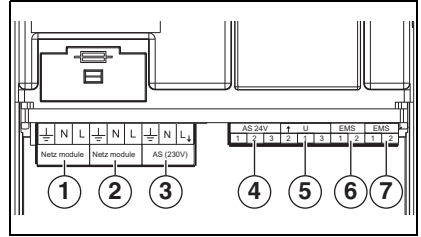
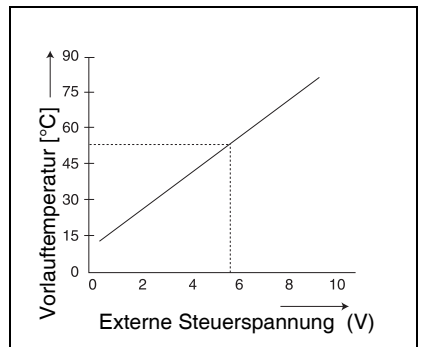

Bild 2 Anschlüsse
Bild 3 0 – 10V Diagramm
- a) Der AS 24V-Anschluss (→ Bild 2, [4]), hierbei handelt es sich um einen potenzialfreien Schaltkontakt für Niederspannungssignale bis zu 24 V. Dieses Störungssignal kann beispielsweise von einem Gebäudeleitsystems ausgelesen werden.
- b) Der AS 230V-Anschluss (→ Bild 2, [3]), hiermit kann beispielsweise eine Hupe oder eine Alarmlampe gesteuert werden. Im Falle einer Störung steht dieser Anschluss unter 230 VAC-Spannung.
Das EM10 kann als Schnittstelle zwischen dem Heizgerät und zum Beispiel einem Gebäudeleitsystem verwendet werden. Mit Hilfe eines 0-10 VDC-Signals (→ Bild 2, [5]) ist eine Steuerung nach Vorlauftemperatur oder Leistung möglich (→ Bild 3).
Diese Regelung wird aktiviert, indem Sie Klemme 1 und 3 überbrücken (→ Bild 2, [5] und den Schaltplan auf Seite 47). Das EM10 gibt über das 0-10 V Signal dem Heizgerät eine prozentuale Leistung vor (→ Tab. 2). Hierbei handelt es sich um ein lineares Verhältnis, → Tab. 2.